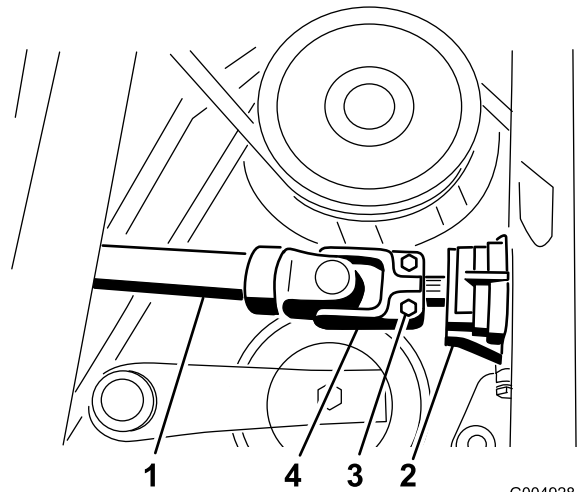

Figura 11
7. Deslice el eje motor sobre el eje de la caja de engranajes (Figura 11). Instale el pasador cilíndrico y apriete los pernos a 20-25 N-m (175-225 pulgadas-libra).